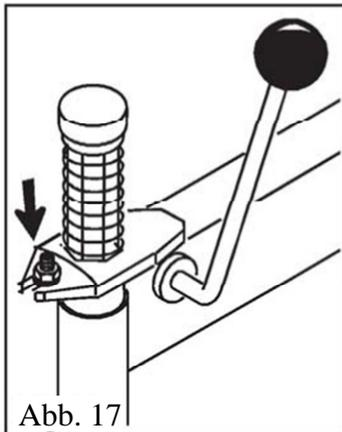

Abb. 17
- Wenn es notwendig ist, die Verriegelungsplatte des vertikalen Arms einzustellen, weil das Werkzeug nicht verriegelt oder sich nicht um 2 mm von der Felge abhebt, wie für die Bearbeitung erforderlich, sind die Muttern wie in Abb. 17 dargestellt einzustellen.